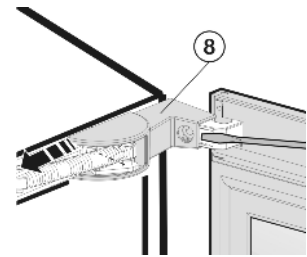

Fig. 5
- ▶ Soulever doucement le cache de la charnière Fig. 5 (8) avec un tournevis et le pousser vers l'avant.
- ▶ Déplier l'amortisseur de fermeture de l'appareil et enlever le cache Fig. 5 (8).
- ▶ Réinsérer jusqu'à encliquetement le cache de la charnière Fig. 5 (8).